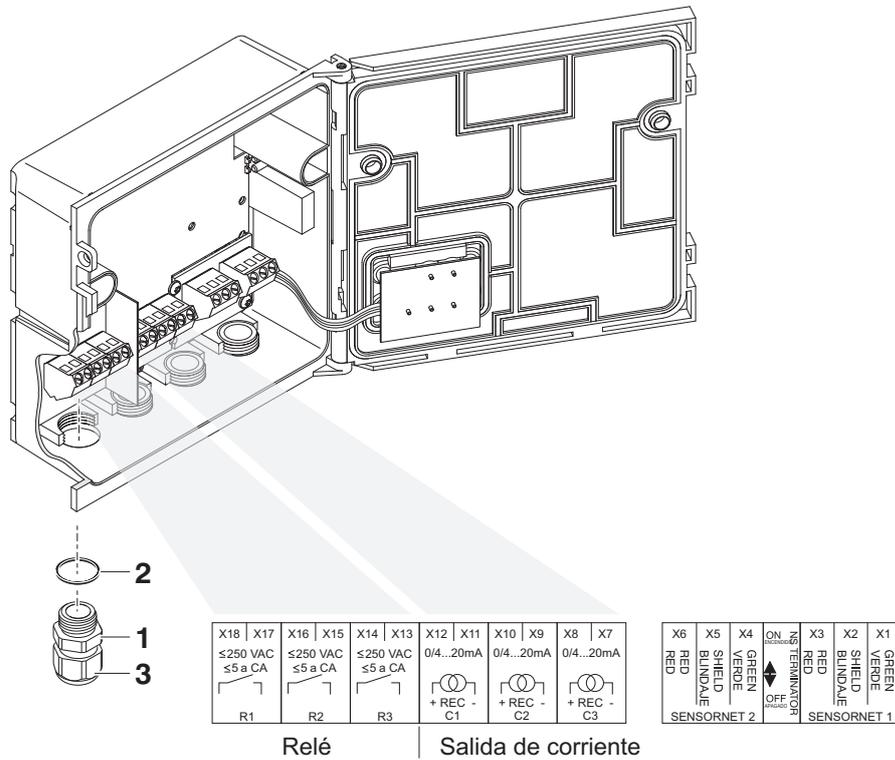

Fig. 3-1 Regleta de terminales con las conexiones de relé y de corriente
- 2 | Enrosque el casquillo prensacables (pos. 1 en Fig. 3-1) con el anillo de estanqueidad (pos. 2) en la carcasa del módulo.
- 3 | Afloje el anillo de acoplamiento (pos. 3 en Fig. 3-1).
- 6 | Apriete el anillo de acoplamiento (pos. 3 en Fig. 3-1).